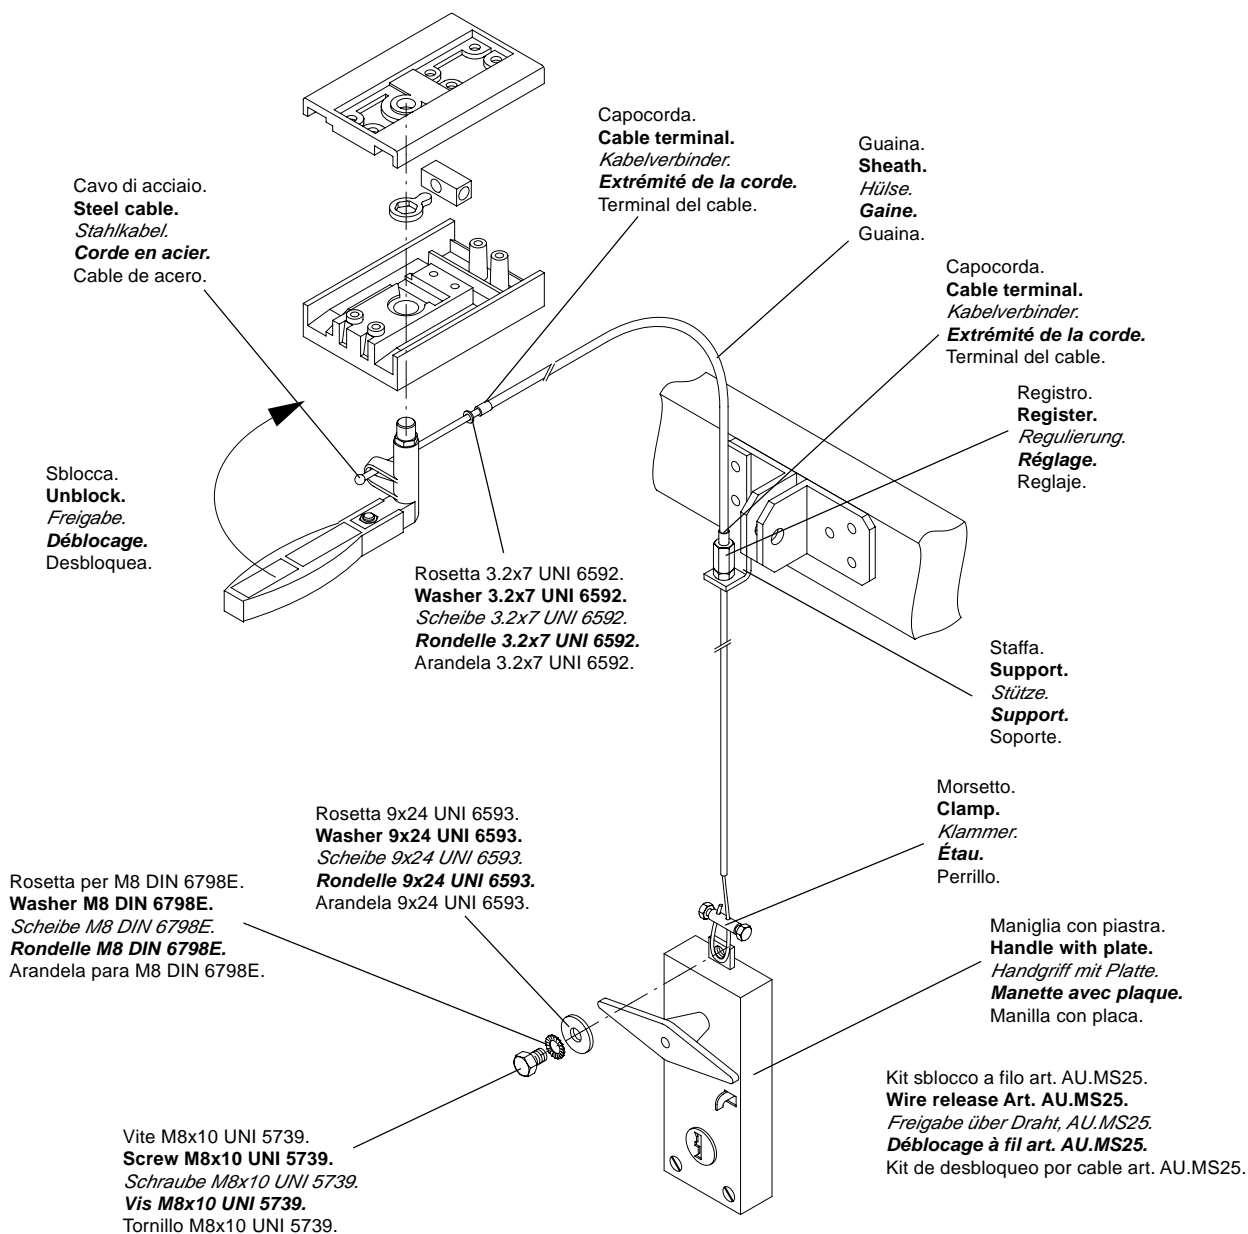

Fig.13
Lo sblocco manuale è possibile tramite rotazione dell'apposita leva o da maniglia secondo fig. 13.
The manual release is carried out by rotating the suitable lever or handle as per fig. 13. P.N. In order to make it work again, move manually the door by half of its stroke and start the motor: the locking will take place automatically.
*Die Freigabe von Hand ist durch Drehen des Extrahebels oder durch Griff gemäß Bild 13 möglich. Um den Betrieb wiederherzustellen, bringe man das Tor mit der Hand auf halben Hub und betätige den Motor; die Sperrung geschieht automatisch.*
*Le déblocage manuel est possible par l'intermédiaire de la rotation du levier approprié ou de la poignée selon la fig. 13. N.B. Pour rétablir le fonctionnement automatique, positionner manuellement la porte à la moitié de la course et actionner le moteur: le blocage se fera automatiquement.*
El desbloqueo manual es posible mediante rotación de la correspondiente leva o de la manilla según la fig. 13. **NOTA:** Para restablecer el funcionamiento llevar manualmente la puerta a mitad del recorrido y accionar el motor; el desbloqueo se producirá automáticamente.